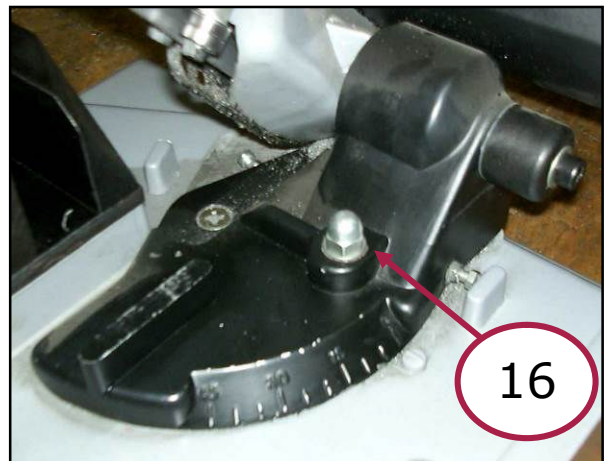

Figura 11 – Dado di bloccaggio e scala graduata.
3. Svitare il dado di bloccaggio dell'angolazione (rif. 16 in Figura 11) e selezionare manualmente l'angolazione di taglio desiderata. A tal proposito, utilizzare la scala graduata presente sulla macchina stessa.
4. Dopo aver selezionato l'angolazione prescelta, serrare il dado di bloccaggio dell'angolazione (rif. 16 in Figura 11).